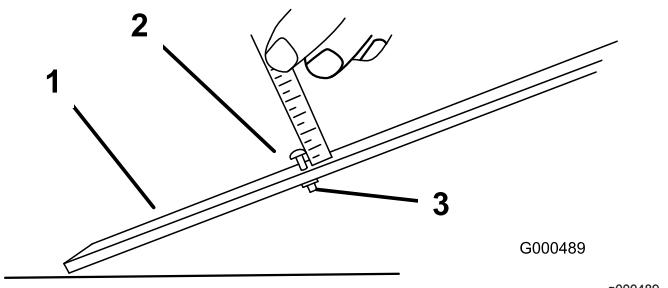

図10
2. ゲージバーのナットをゆるめ、調整ねじを希望の刈り高に合わせる図10